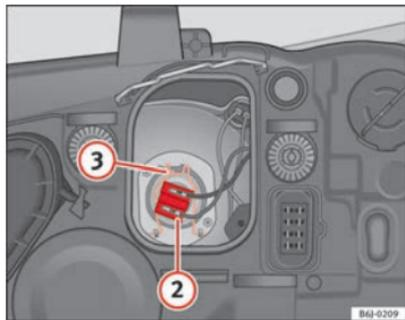

Abb. 142 Abblendlicht
- Ziehen Sie den Stecker ⇒ Abb. 142 ② von der Lampe ab.
- Nehmen Sie die Haltefeder ⇒ Abb. 142 ③ durch Eindrücken und Rechtsdrehung ab.